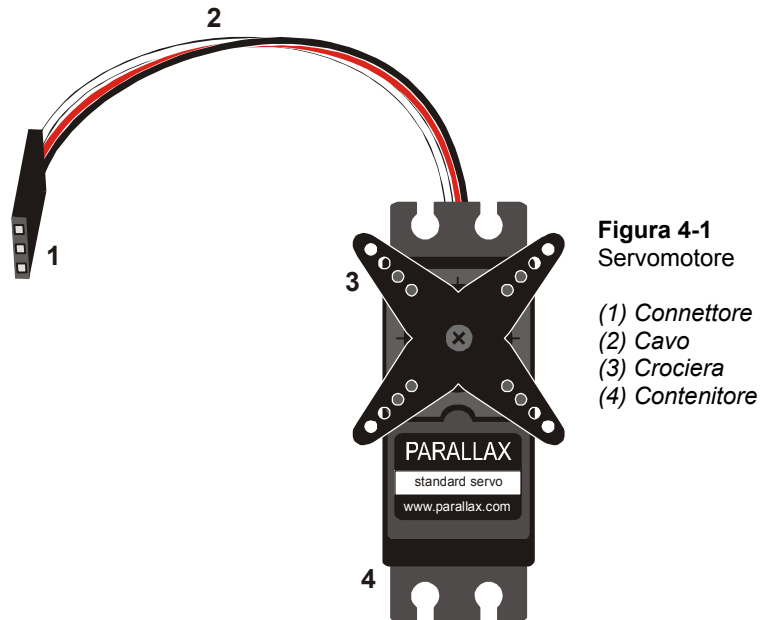

Figura 4-1
La Figura 4-1 mostra un disegno di un Servomotore comunemente usato per hobbistica. Il connettore (1) è usato per collegare il Servomotore ad un'alimentazione (Vdd e Vss) e ad una sorgente di segnale (un pin I/O del BASIC Stamp). Il cavo (2) conduce Vdd, Vss e la